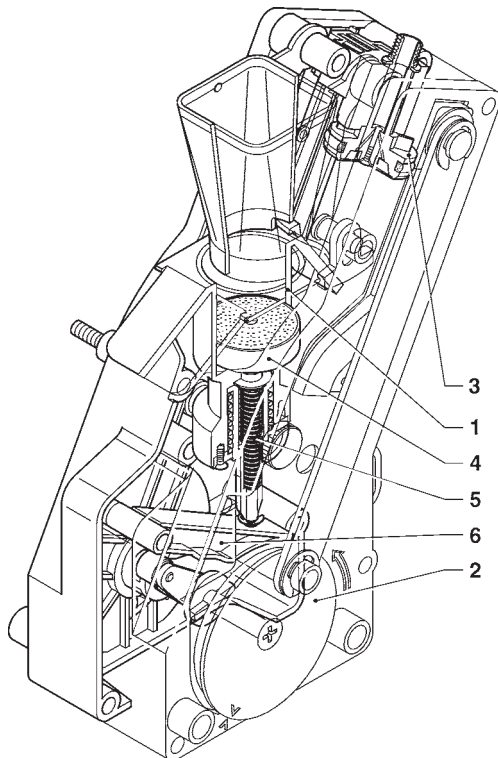

Fig. 17
Cuando se pide una selección de café, durante el funcionamiento del molinillo el grupo gira 180° de modo tal de traer la cámara de infusión en su posición vertical (ver fig. 17).
El café cae en la cámara de infusión (1) colocada verticalmente (ver fig. 17).
Para variar la posición del pistón (ver fig. 17), hay que: